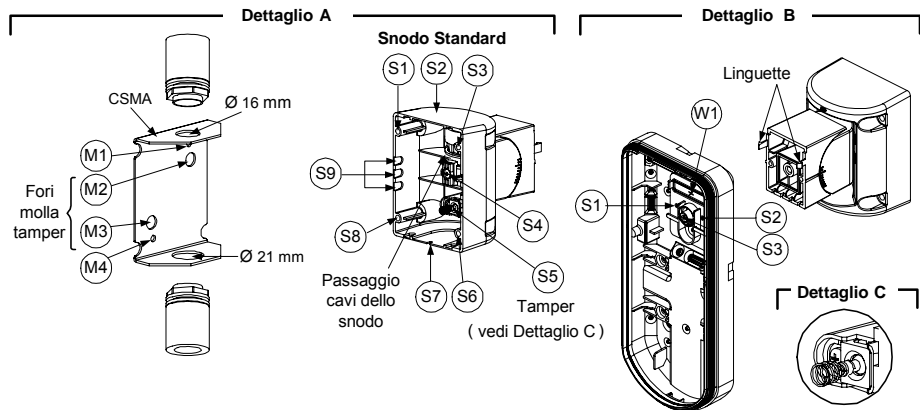

Figura 6
3. Aprire i fori a sfondare della base esterna (Figura 6, Dettaglio B)
4. Sullo snodo aprire le predisposizioni per il passaggio cavi S2, S7 o S9 (Figura 6, Dettaglio A).
5. Rimuovere il tamper antirimozione dalla base interna (consultare paragrafo "Modifica della posizione del tamper antirimozione") e collegarlo a S5 (Figura 6, Dettaglio A) sullo snodo standard.
- c. Inserire il cavo esterno attraverso le predisposizioni S2, S7 o S9 (incluso i cavi del tamper) ed estrarlo facendolo passare attraverso il passaggio cavi dello snodo (Figura 6, Dettaglio B).
(utilizzare l'adattatore metallico per tubo elettrico - CSMA, Figura 6, Dettaglio A)
- d. Inserire i cavi esterni e i cavi del tamper che arrivano dal tubo elettrico facendoli passare tramite il passaggio cavi dello snodo (Figura 6, Dettaglio A).
La molla del tamper S5 (Figura 6) deve essere a contatto della parete tramite gli appositi fori M2 o M3 del CSMA. Assicurarsi di sentire il "Click" dell'interruttore tamper fissando il dispositivo alla parete.
7. Inserire i cavi del tamper e i cavi esterni che arrivano dallo snodo standard facendoli passare tramite la predisposizione W1 della base esterna (Figura 6, Dettaglio B).